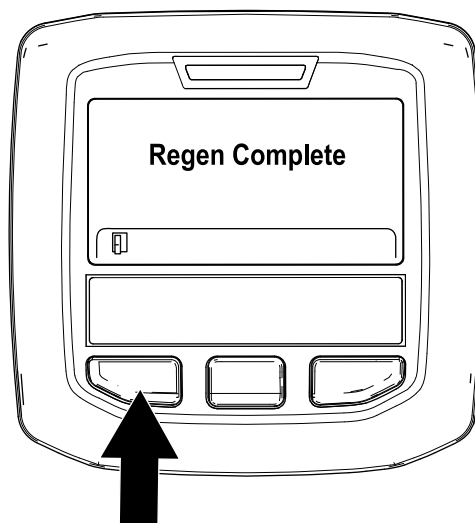

Figura 53
- La rigenerazione parcheggiata è completa quando nell'InfoCenter appare il messaggio "Rigen. completa". Premete il pulsante sinistro per uscire e tornare alla schermata Home (Figura 53).